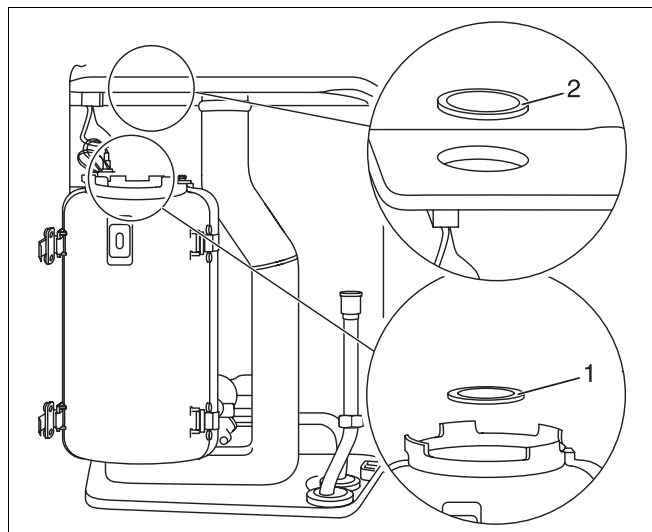

Abb. 42 Brennerdichtung und Gummidichtung entfernen
- Brennerdichtung entfernen (Abb. 42, Pos. 1).
- Gummidichtung in Verbrennungsraum von unten nach oben herausdrücken (Abb. 42, Pos. 2).
- Gummidichtung in Verbrennungsraum oben entfernen (Abb. 42, Pos. 2).